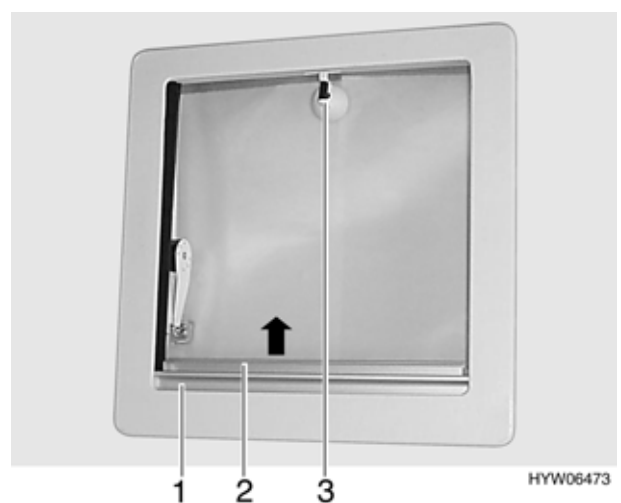

Bild 66 Kipp-Dachlüfter
- Zum Ausstellen den Hebel (Bild 66,3) eine viertel Umdrehung entgegen dem Uhrzeigersinn drehen und Kipp-Dachlüfter am Hebel nach oben drücken.
- Hebel (Bild 66,3) eine viertel Umdrehung im Uhrzeigersinn drehen.
- Faltverdunklung (Bild 66,1) in Pfeilrichtung ziehen und an gewünschter Position loslassen. Die Faltverdunklung bleibt in dieser Position stehen.
- Insektenschutzrollo (Bild 66,2) in Pfeilrichtung ziehen, bis es an der Verriegelung an der gegenüberliegenden Seite einrastet.